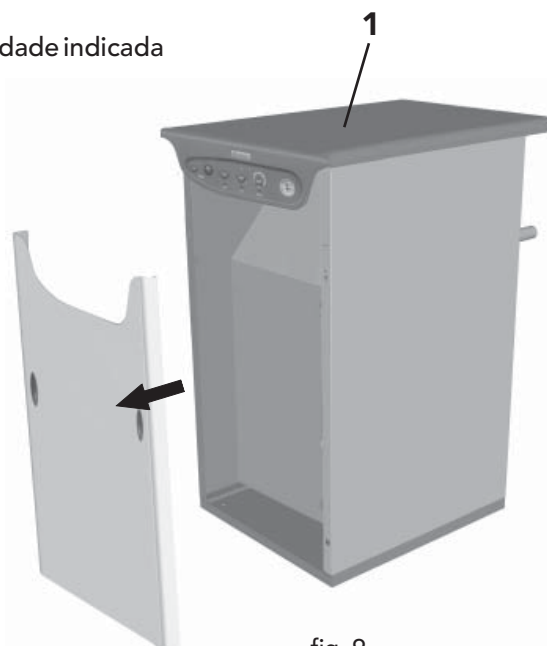

fig. 9
Para abrir o painel dianteiro da caldeira, consulte a modalidade indicada na fig. 9.
- Retire o painel dianteiro da caldeira (fig. 9).